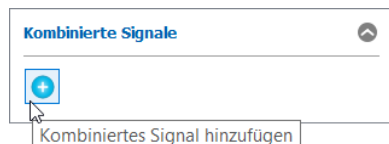

Abb. 5.4: Ein neues Signal zur Verrechnung definieren - Schritt 1
- ➔ Drücken Sie den Button „Kombiniertes Signal hinzufügen“, um ein neues Signal zur Verrechnung hinzuzufügen (siehe Abb. 5.4).